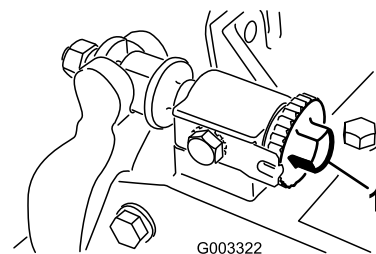

Figure 23
1. Séparez le cylindre et la contre-lame en tournant les boutons de réglage de la contre-lame (Figure 23) dans le sens anti-horaire jusqu'à ce que les deux pièces ne soient plus en contact.